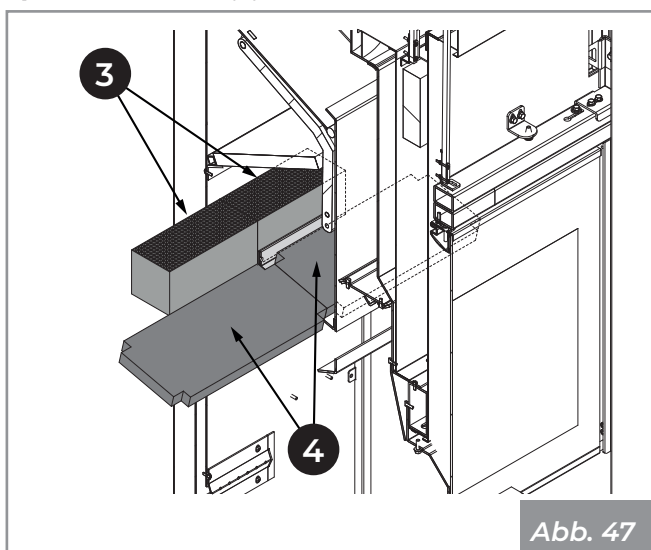

Abb. 47
- 6) Die Platten (4) herausziehen und entfernen (**Abb. 47**).
- 7) Den O2RING (3) herausziehen und entfernen.